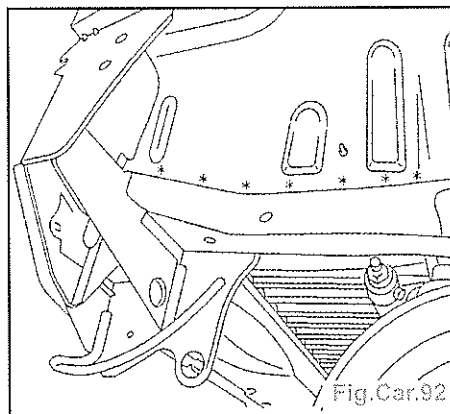

Fig.Car.92
- Dégraffer les points de soudure électrique à l'aide d'une fraise Ø 8 mm (Fig. Car.92).